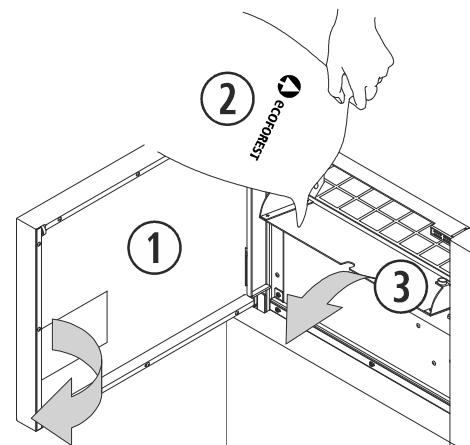

Figura 2
- 2.21.** Para realizar la carga de combustible en la caldera, debemos abrir la tapa de la tolva y vaciar el saco de combustible con cuidado, para evitar que rebose el combustible. La carga de combustible en el modelo Super Insert se realizará por el frontal (*figura 2*).